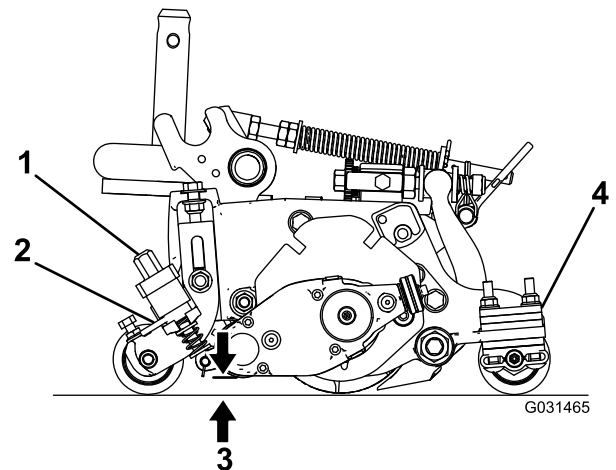

Figura 20
3. Gire las palancas de elevación rápida (Figura 20) a la posición de ENGRANADO (palanca orientada hacia la parte delantera de la unidad de corte).
4. En un extremo del molinete del groomer, mida la distancia entre la punta más baja de la cuchilla del groomer hasta la superficie de trabajo (Figura 20). Gire el pomo del regulador de altura (Figura 20) para elevar o bajar la punta de la cuchilla del groomer a la altura deseada.